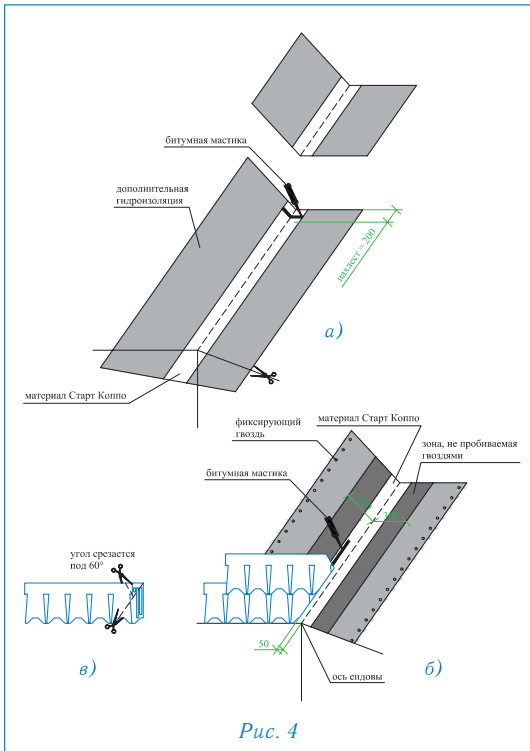

Рис. 4
1. Необходимо также подрезать верхний уголок обрезанного края листа (см. рис. 4) для правильного стока воды;
2. Крепление обрезанного листа черепицы к материалу «Старт Коппо» осуществляется при помощи сплошной полосы битумной мастики (рис.4);